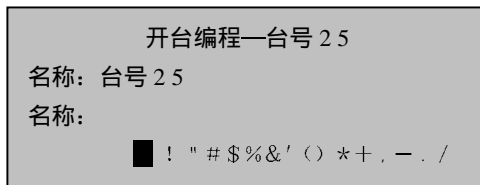

图 3-20
- 3) 运用数字输入操作输入“25”, 进入 25#台名称编程, 如图 3-20 所示;